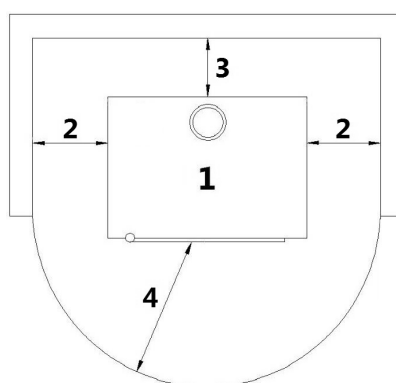

Fig. 31 - Instalación genérica
LEYENDA	Fig. 31
- Es aconsejable instalar la estufa despegada de eventuales muros y/o muebles, con una vuelta del aire minima de 300 mm ai lati, di 200 mm sul retro, para permitir un enfriamiento eficaz del aparato y una buena distribución del calor en al ambiente (véase **Fig. 31**).
- Si las paredes son hechas de material inflamable, hay que verificar las distancias de seguridad (véase **Fig. 31**).